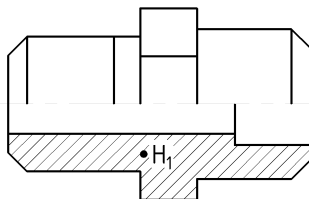

Рис. 100. Штриховка на разрезе главного вида
1. Выбрать точку (*Pick points*) – указать курсором точку H_1 (рис. 100) внутри области, предназначенной для штриховки.